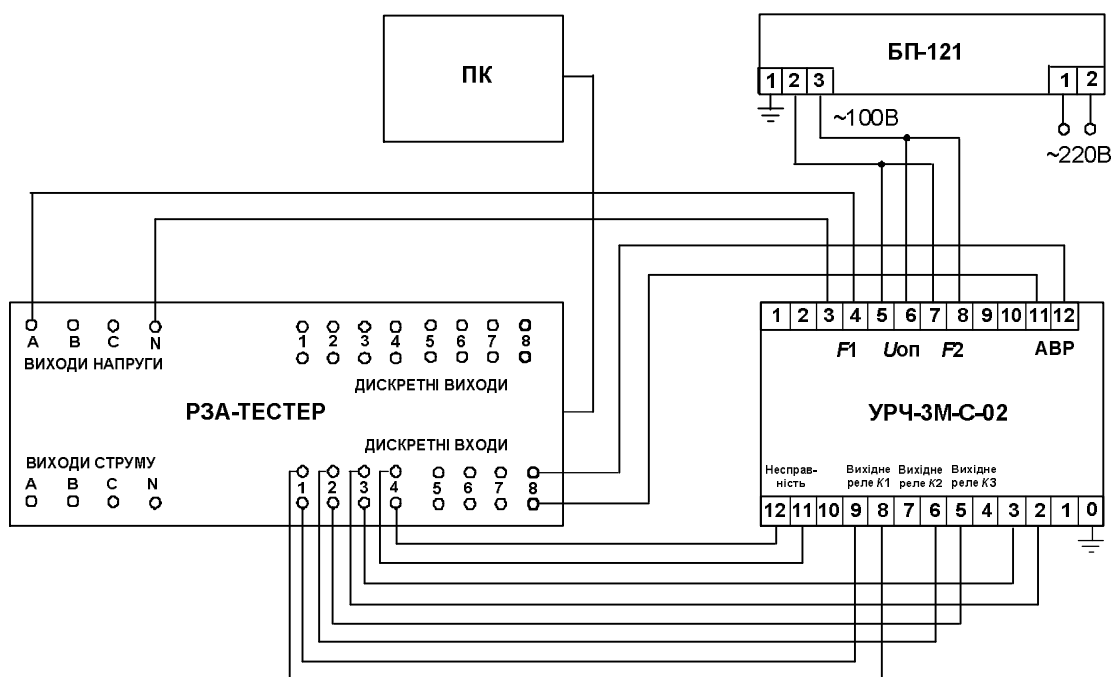

Рис. 8.3. Схема проверки устройства УРЧ-3М-С-02
Для проверки реле частоты (далее "РЕЛЕ") собрать схему (рис. 8.3).
3. От устройства БП-121 подать на вход "F2" "РЕЛЕ" напряжение 100 В частотой 50 Гц, а на вход реле "F1" от "УСТРОЙСТВА" подать напряжение  $100 \pm 20$  В частотой  $(50 \pm 0,5)$  Гц согласно схемы рис. 8.3.